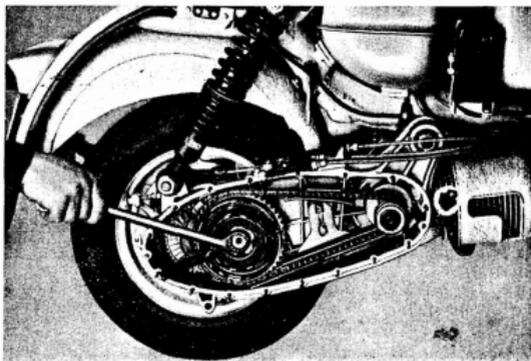

Fig. 7
- 10 Aflojar la tuerca que bloca la campana interior del embrague: bloquear la campana interior con la herramienta n.º A2L.1035 y desatornillar la tuerca que la sujeta sobre el primario (llave de 22). Véase fig. 7.